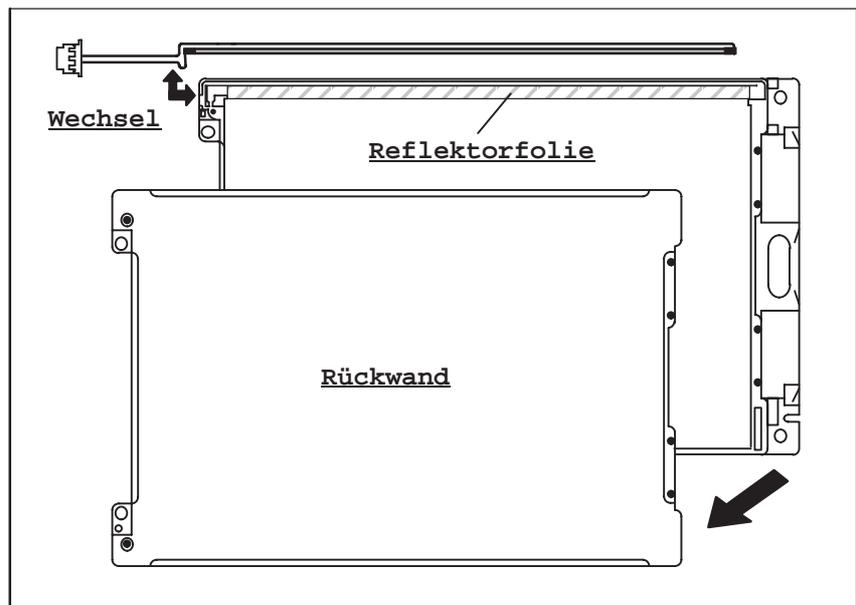

Bild 1-8 Entfernen der Röhre
- Zerlegen Sie die Displayrückwand entsprechend Bild 1-8.